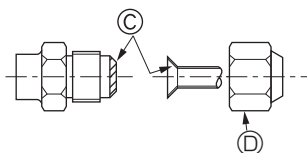

Fig. 4-5
A (Fig. 4-5)
4.4. Tubos de conexión (Fig. 4-4) (Fig. 4-5)
[Fig. 4-5]